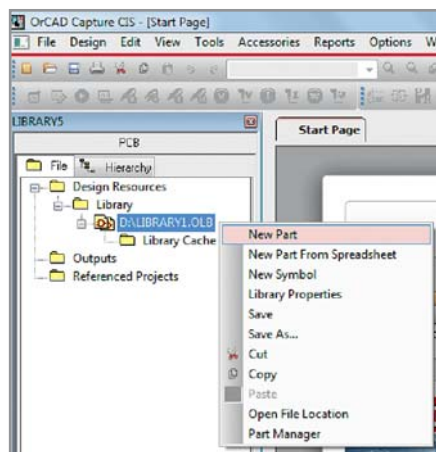

Рис. 1. Добавление нового компонента в библиотеку
1. Выбираем библиотеку в менеджере ПКМ и кликаем *New Part* (см. рис. 1).